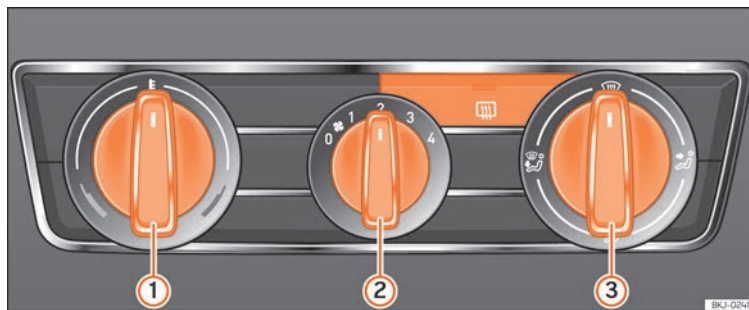

Fig. 168 Mandos de la calefacción en el tablero de instrumentos.
- Gire el regulador de temperatura »» **fig. 168** ① hacia la izquierda.
- Coloque el mando del ventilador ② en uno de los niveles 1-4.
- Dirija la corriente de aire con el mando regulador de la distribución de aire ③ hacia la zona que desee.
- Gire el regulador de la temperatura »» **fig. 168** ① hacia la derecha hasta alcanzar el grado de calefacción deseado.
- Gire el regulador de la temperatura »» **fig. 168** ① hacia la derecha hasta el nivel máximo de calefacción.
- Gire el mando del ventilador ② hasta el nivel 4.
- Gire el regulador de temperatura »» **fig. 168** ① hacia la zona de calefacción.
- Coloque el mando del ventilador ② en uno de los niveles 2-3.